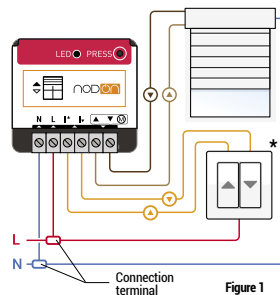

Figure 1
- 3 Verdrahten Sie das Modul entsprechend dem Bild 1..
- Wire the Relay Switch according to the diagram figure 1.